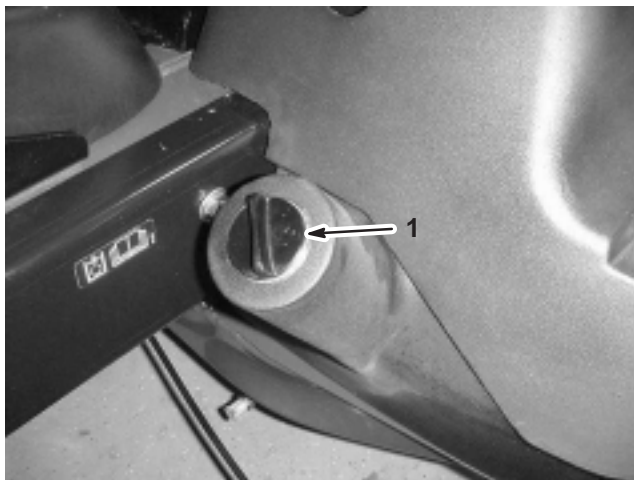

Figure 8
2. Nettoyez la surface autour du goulot et du bouchon de remplissage du réservoir hydraulique (Fig. 8). Enlevez le bouchon du goulot de remplissage